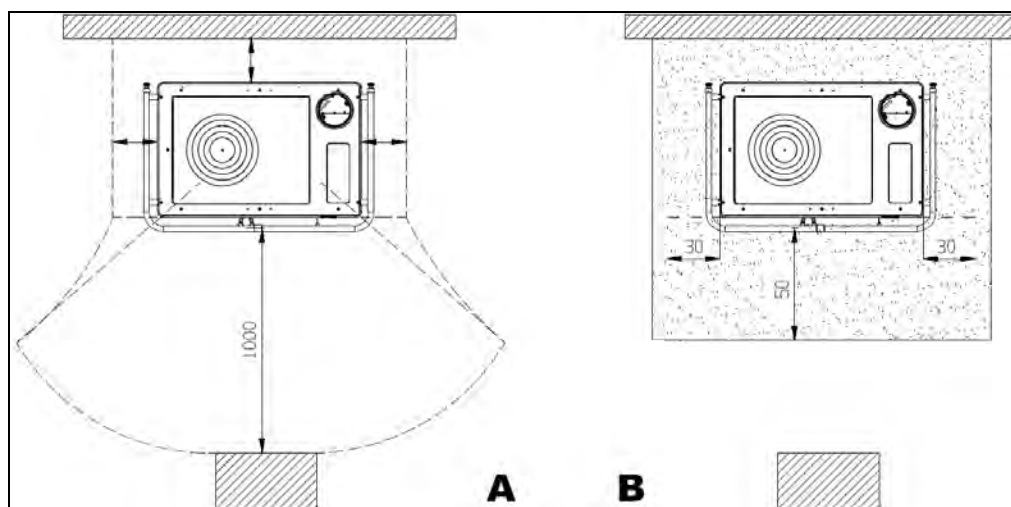

Figure 2
a. pour assurer une isolation thermique suffisante, respecter la distance minimale de sécurité entre le poêle et les éléments de construction et objets inflammables et sensibles à la chaleur (meubles, revêtements en bois, tissus,... (voir Figure 2). **Toutes les distances minimales de sécurité sont indiquées dans l'étiquette du produit et il NE FAUT PAS descendre au-dessous de valeurs indiquées.**